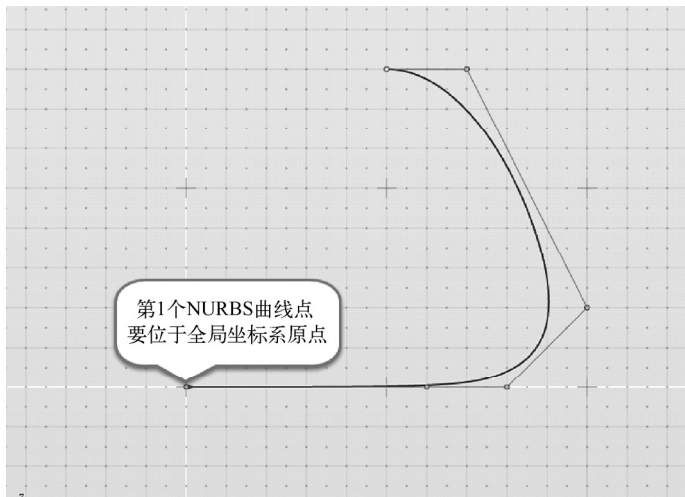

图 5-46 创建 NURBS 曲线
1) 激活“捕捉栅格#1”,随后激活 NURBS 曲线工具 。在前视图中,创建图 5-46 所示的 NURBS 曲线。注意,绘制第 1 个 NURBS 曲线点时,要位于全局坐标系的原点。第 2 个 NURBS 曲线点要与第一个控制点的 Z 轴坐标一致。